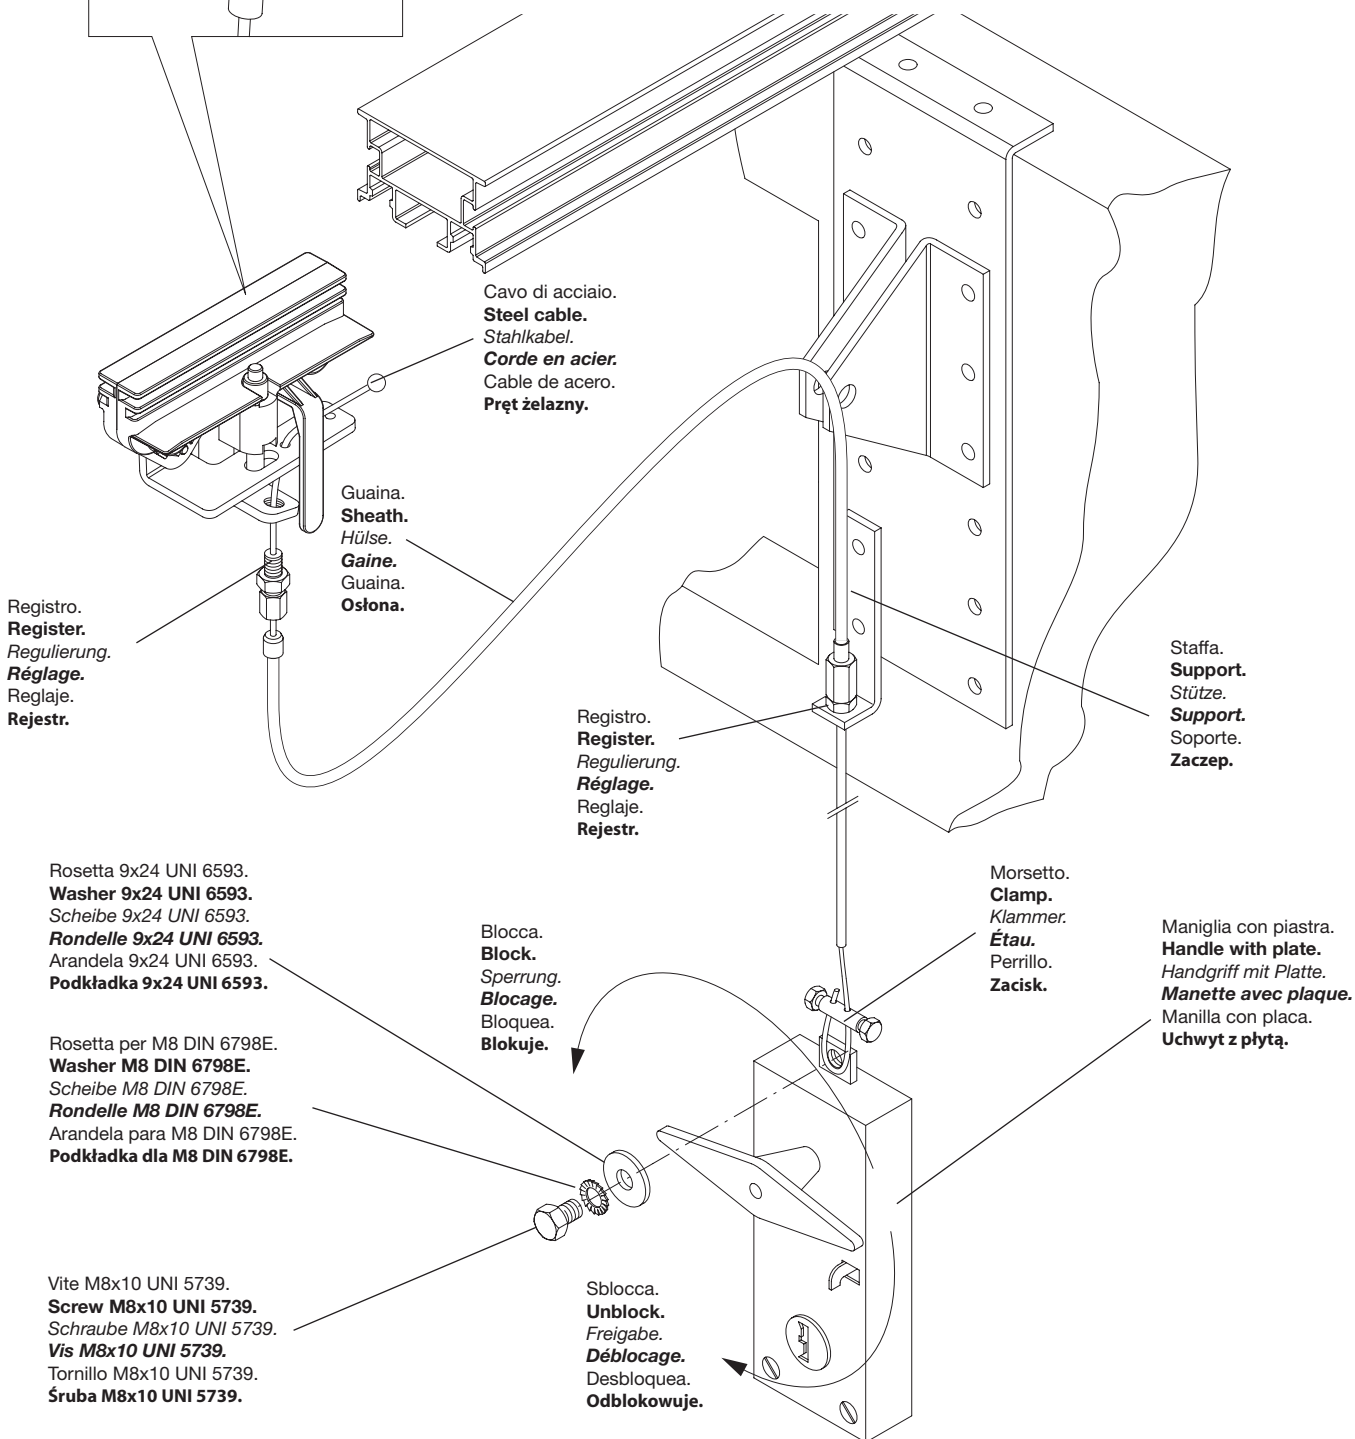

Fig.2
### 2 - Applicare il cavo di sblocco al AU.MS25" (Fig.2):
### 2 - Mount the release cable onto AU.MS25" (Fig.2):
- A. Insert the metal cable in the slide, as indicated in Figure 2.
### AU.MS25" anbringen (Abb.2):
- A Das Metallkabel in den Gleitschuh, wie in Abb. 2 gezeigt, stecken.
### 2 - Appliquez le câble de déverrouillage au AU.MS25" (Fig.2):
- A Insérez le câble métallique dans le chariot entraînement comme indiqué dans la Figure 2
### 2 - Aplicar el cable de desbloqueo al AU.MS25" (Fig.2):
### 2 - Założyć do urządzenia AU.MS25 drążek odblokowania (Rys. 2).